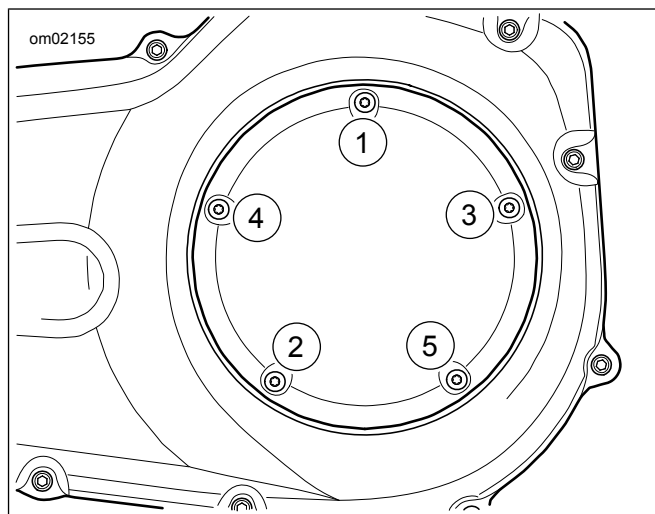

Figura 2. Sequência de binário
5. Ver Figura 2. Apertar parafusos da tampa de inspeção da embraiagem na sequência apresentada.